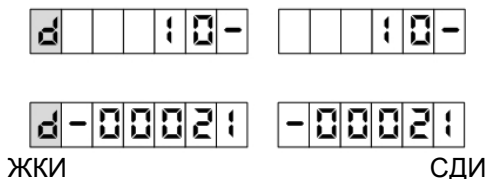

Рисунок 11
7.9 По команде СУ на табло может отображаться ID-номер устройства. Сначала на табло будут отображаться первые цифры старшего разряда (рисунок 11), а затем последующие цифры младшего разряда попеременно. Например, попеременная индикация "10-" и "-00021" означает, что ID-номер устройства – 100021.